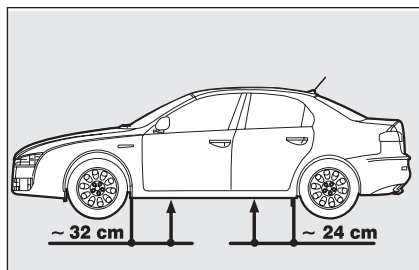
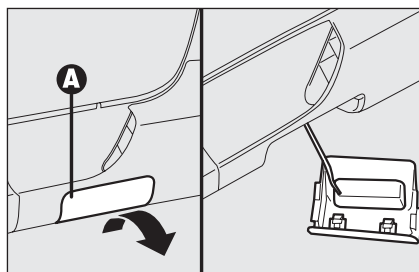

fig. 7
fig. 7a
- insérer le cric, à la distance indiquée sur la **fig. 7** (pour les versions dotées de minijupes il faut, avant d'insérer le cric, enlever la couverture **A-fig. 7a** placée sur la minijupe même, en agissant comme indiqué sur la figure);